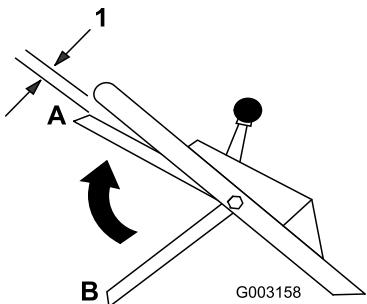

Figura 16
- Levante la barra de control hasta 2,5 cm (1 pulg.) aproximadamente del manillar; consulte la posición A en Figura 16.